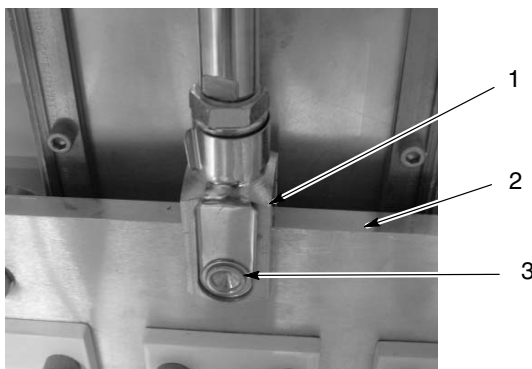

Figura 8-6 Știftul cilindrului de ridicare
2. A se vedea Figura 8-6. Desprindeți știftul (3) de inelul de prindere (1) și trageți știftul din acest inel și din placa căruciorului (2). Nu pierdeți știftul, veți avea nevoie de el pentru a monta noul cilindru.